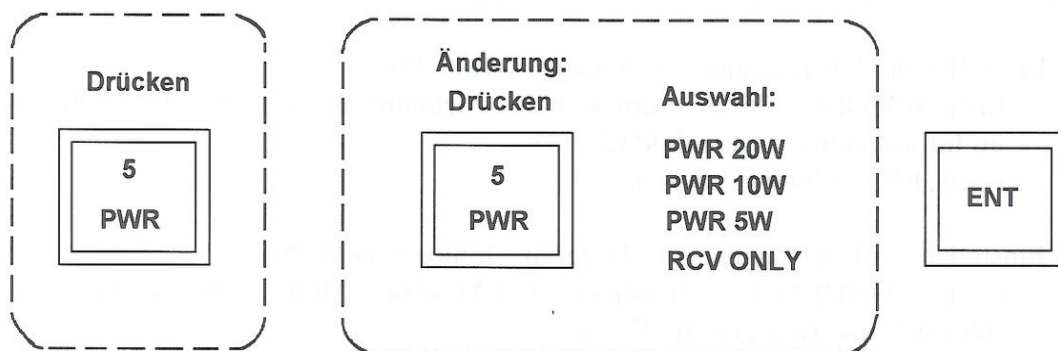

Bild 34
1) Sendeleistung 5W wie folgt einstellen (Bild 34):
2) Sendeleistung 10W wie folgt einstellen (Bild 34):
3) Sendeleistung 20W wie folgt einstellen (Bild 34):
4) Einstellen des „NUR EMPFANG“-Betriebes (Bild 34):